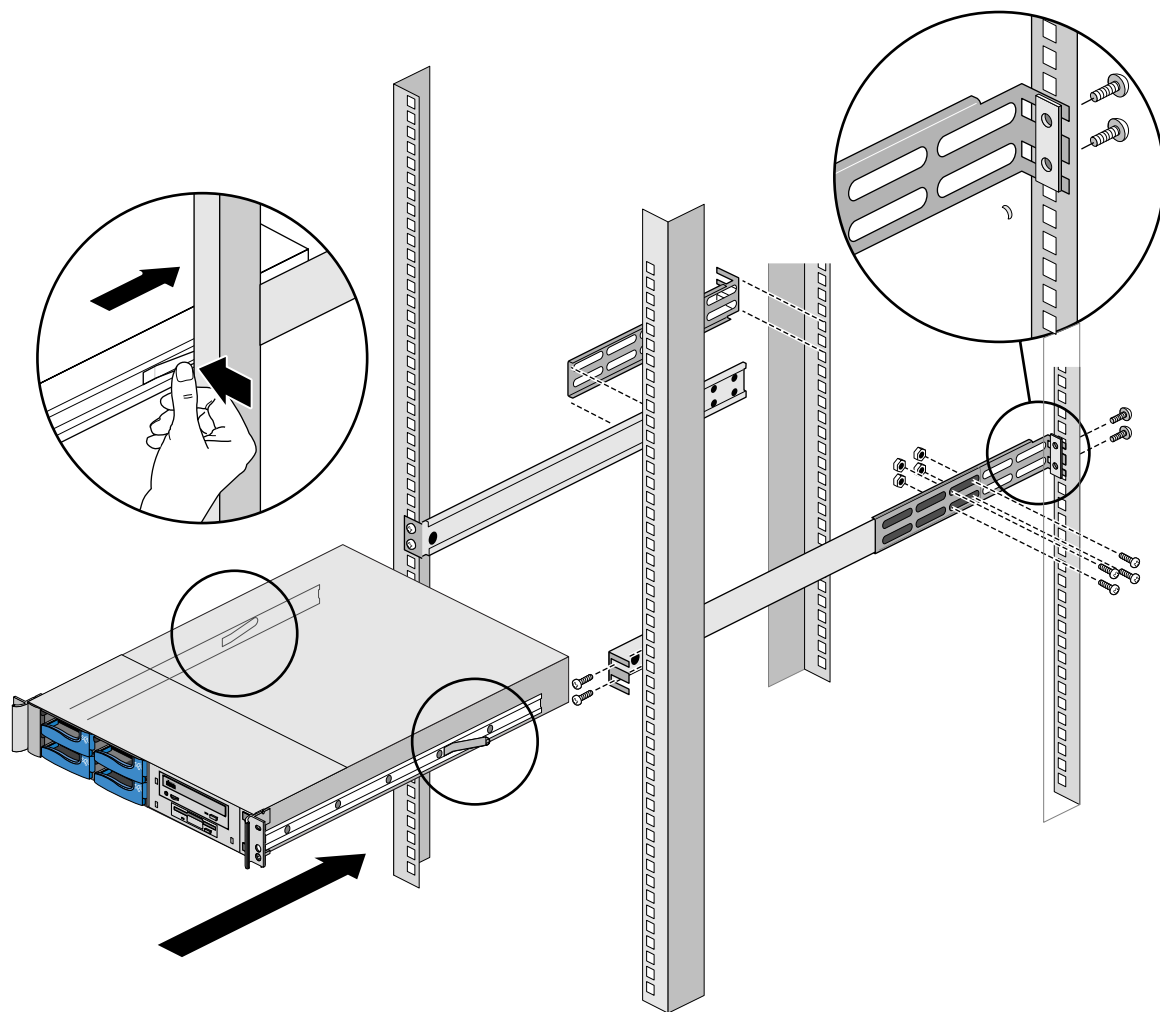

Abbildung 3-1 Installation mit Gleitschienen
6. Montieren Sie die rechten und linken hinteren Befestigungsklammern sowie die Verlängerungen im Rack-Rahmen. Siehe Abbildung 3-1.
7. Die beiden Personen heben den Server jeweils an der Seite hoch und schieben das SGI 1200-Servergehäuse mit an den Gleitschienen angebrachten Gleitschlitten in das Rack. Richten Sie die Gleitschlitten und Gleitschienen auf jeder Seite sorgfältig aus, drücken Sie auf die Sperrzungen, und lassen Sie das Gehäuse in das Rack gleiten. Siehe Abbildung 3-1.